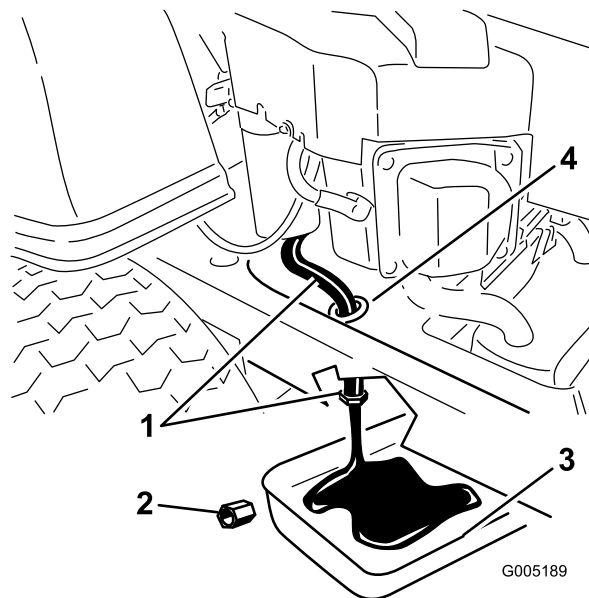

Figura 31
5. Individuate il tubo di spurgo dell'olio sul lato sinistro del motore. Il tappo di spurgo è fissato a un tubo di spurgo instradato attraverso un foro sul telaio della macchina (Figura 31). Pulite l'area circostante il tappo e il tubo di spurgo dell'olio.
6. Collocate un vassoio raccoglitore sotto la macchina in coincidenza con il tubo di spurgo dell'olio come illustrato nella Figura 31.
7. Rimuovete il tappo di spurgo dell'olio utilizzando due chiavi (una per tenere fermo il tubo e l'altra per allentare il tappo) (Figura 31).
13. Una volta completato lo spurgo dell'olio, montate il tappo. Serrate il tappo a una coppia di 14 Nm. Tergete l'olio superfluo (Figura 31).